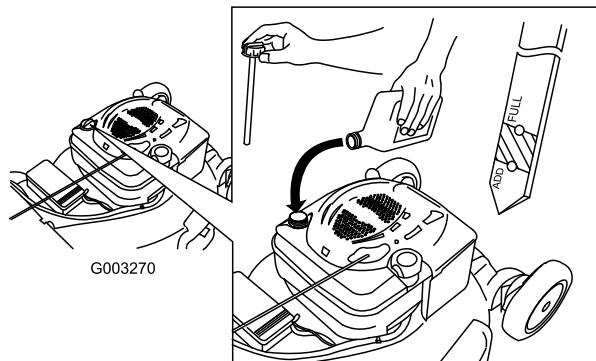

Figura 38
4. Vierta lentamente aceite en el tubo de llenado hasta que el nivel llegue a la marca Full de la varilla (Figura 38). **No llene demasiado.** (Capacidad máxima: 0,59 l, tipo: SAE 30, aceite detergente con clasificación de servicio API SF, SG, SH, SJ, SL o superior.)